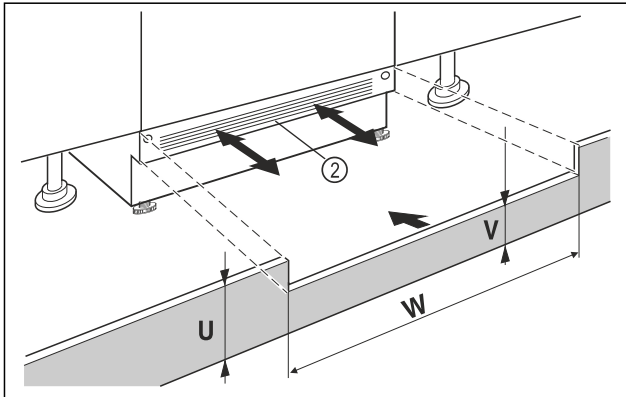

Fig. 37 Beispielhafte Darstellung
- ▶ Gerätesockelblende Fig. 37 (2) aufsetzen aber noch nicht fixieren.
- ▶ Bei sichtbarer Sockelblende Fig. 37 (2), diese so weit nach vorn ziehen, dass Vorderkante Lüftungsgitter und Möbelsockelblende eine Ebene bilden.
- ▶ Bei verdeckter Sockelblende Fig. 37 (2), diese ganz nach hinten schieben.
- ▶ Auf komplett freie Lüftungsschlitze achten: Bei Bedarf Höhe der Möbelsockelblende Fig. 37 (U) zuschneiden!
- ▶ Entlang der Nischenbreite Fig. 37 (W) die Steghöhe Fig. 37 (V) unter der Gerätesockelblende Fig. 37 (2) einpassen.